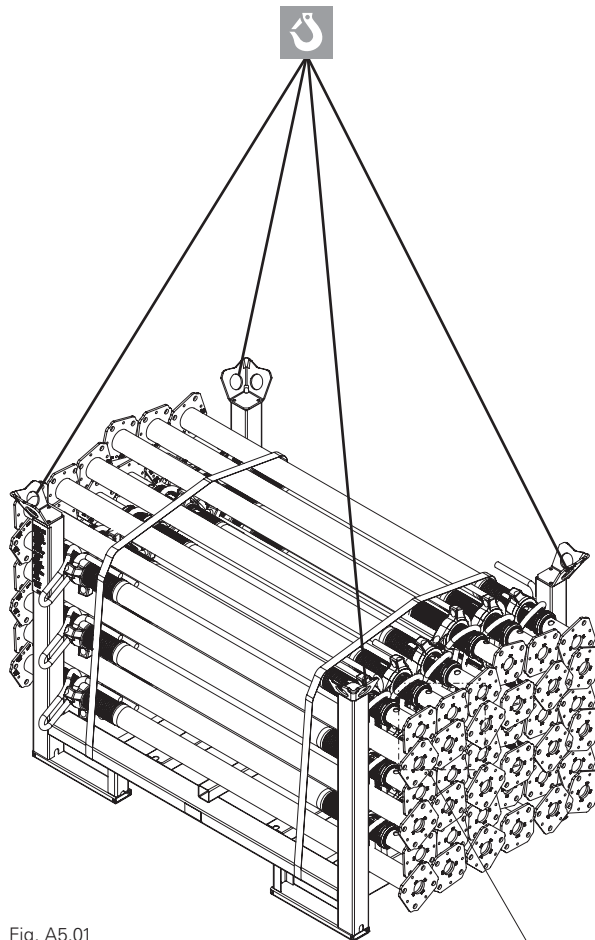

Fig. A5.01
- **Nelle barelle RP devono essere stoccati e trasportati puntelli per solai della stessa misura. (Fig. A5.01)**